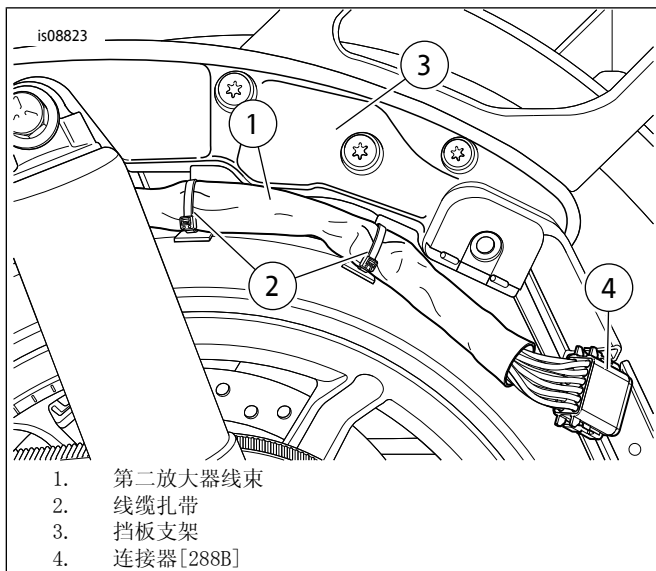

图10。布线线束
1. 参见图10。在边箱安装区域布设车辆侧放大器线束（1），从车辆开始。围绕后轮链轮沿着边箱支撑杆布设线束。